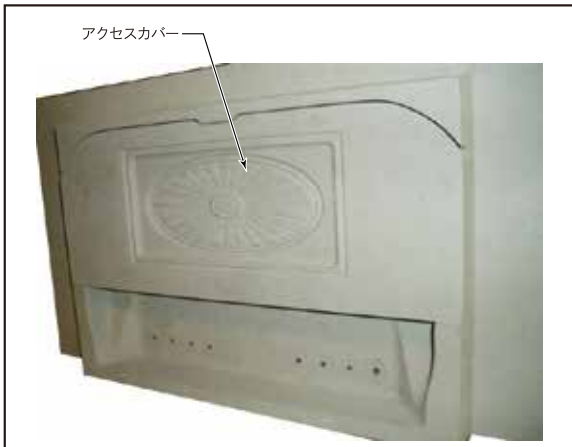

図 9 アクセスカバーの取り外し
1. 点検口のカバーをゆっくりと持ち上げ、ボトム先端から手前に引き出して外します。(図 9)